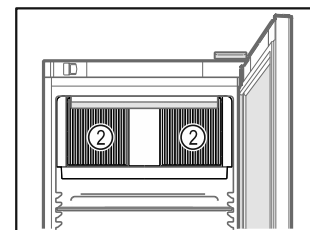

Fig. 63
- Se till att inte blockera ventilationsgallren Fig. 63 (2) för fläkten inne i skåpet.